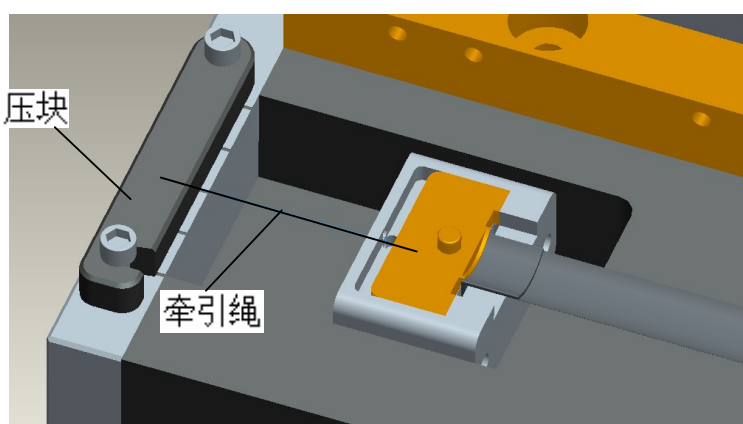

图 2-4 牵引绳装夹
3、将装夹好的钢卷尺夹具放入大理石平台凹槽内，并在夹具尾部连上牵引绳，将牵引绳的另一端通过压块固定（如图 2-4 所示）；